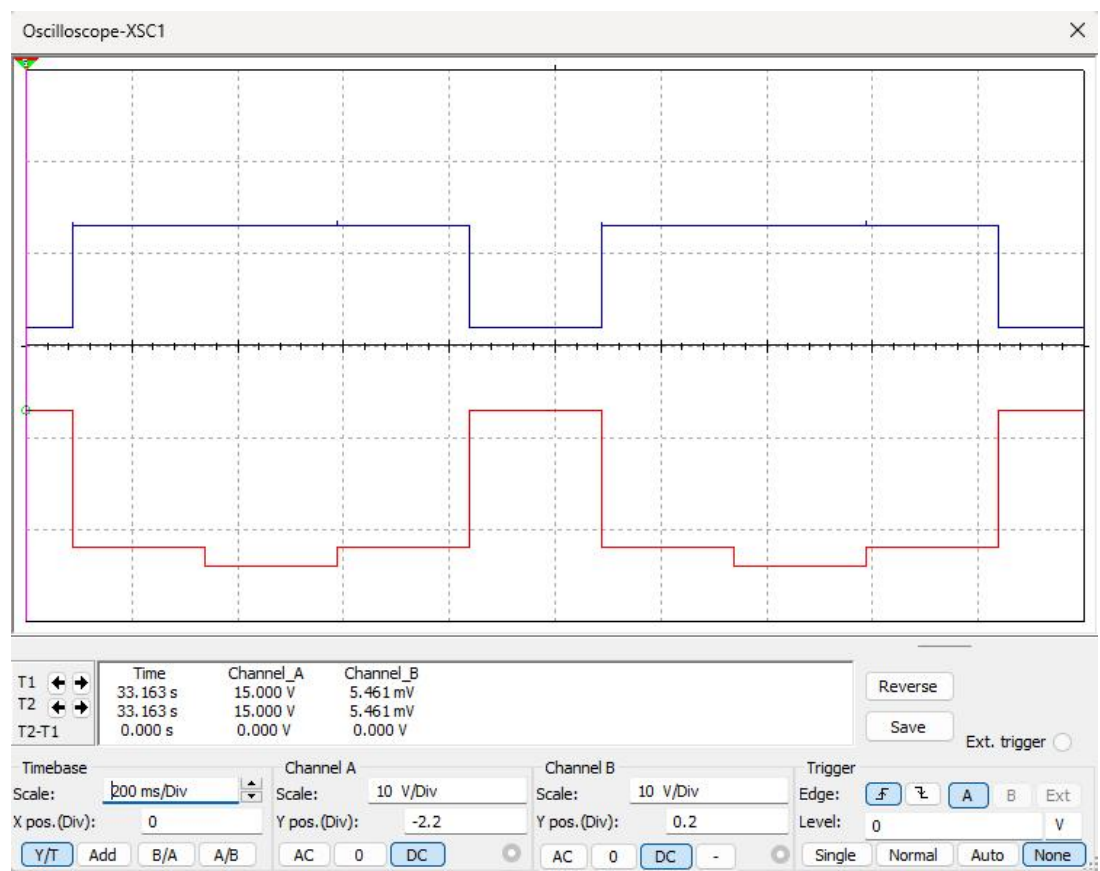

Рис. 5 -  $R_k = 10 \text{ кОм}$
**Задание 2.** Собрать на рабочем поле среды Multisim схему для испытания усилительного каскада на биполярном транзисторе с ОБ (Рис. 5), ознакомиться с порядком расчёта параметров схемы.